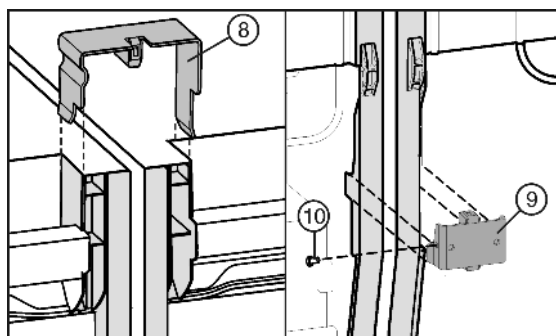

Fig. 7
- ▶ Вставте з'єднувальну скобку Fig. 7 (8) зверху в середні бокові стінки.
- ▶ Вставте з'єднувальний кутик Fig. 7 (9) знизу в відповідний виріз.
- ▶ Якщо з'єднувальний кутик сидить вільно, встановіть гвинт Fig. 7 (10).